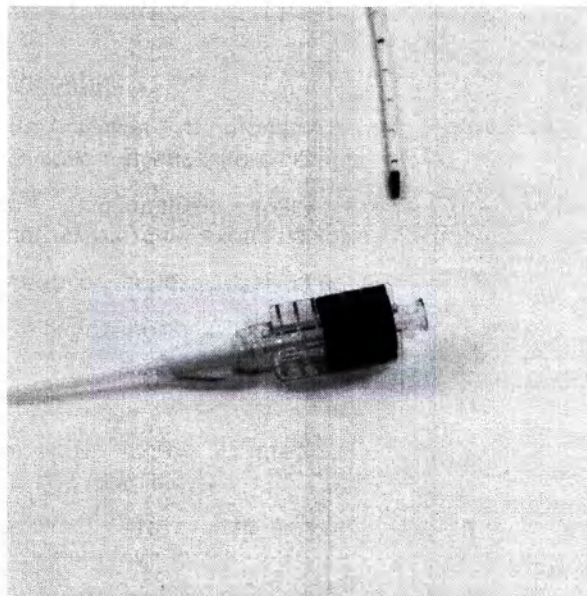

Рис. 8.2: Стопор волокна прикреплен к катетеру
- Извлеките пробку из стерильной упаковки и закрепите ее на катетере (рис. 8.2).